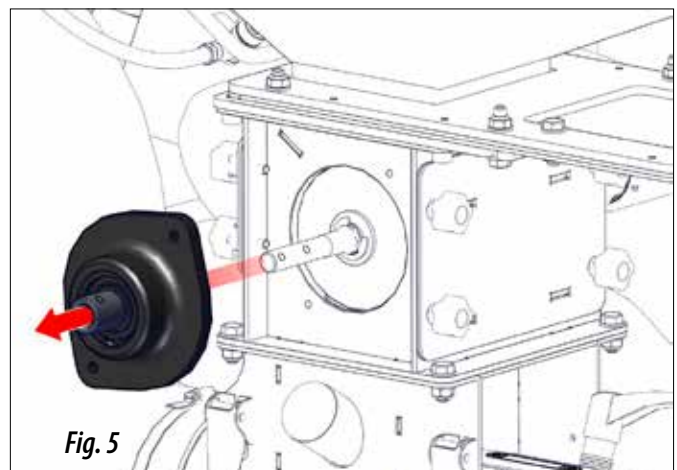

Fig. 5
- 3- Sacar el apoyo lateral (Fig. 5) y extraer el rodillo (Fig. 6).